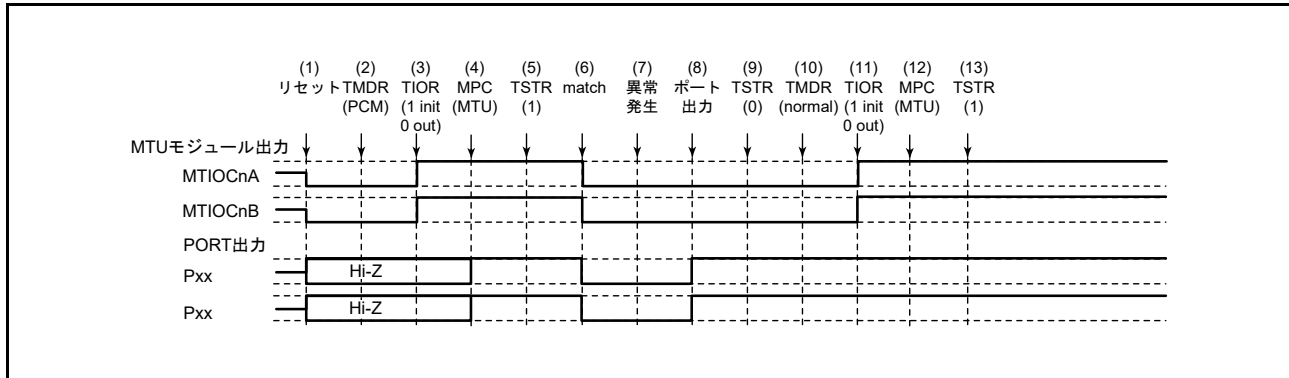

図 23.143 位相計数モードで異常が発生し、ノーマルモードで復帰する場合
位相計数モードで異常が発生し、再設定後ノーマルモードで再スタートする場合の説明図を図 23.143 に示します。
- (1) ~ (9) は図 23.143 と共通です。
- (10) PWM モード1を設定します。
- (11) TIOR レジスタで端子を初期化してください。なお、PWM モード1ではMTIOCnB (MTIOCnD) 端子に波形が出力されません。出力すべきレベルがある場合は、I/O ポートのポート方向レジスタ (PDR)、ポート出力データレジスタ (PODR) で汎用出力ポートの設定をしてください。
- (12) MPC と I/O ポートのポートモードレジスタ (PMR) で MTU 出力としてください。
- (13) TSTR レジスタで再スタートします。
(19) 位相計数モードで動作中に異常が発生し、PWM モード2で再スタートする場合の動作
(1) ~ (9) は図 23.143 と共通です。
(10) PWM モード2を設定します。
(11) TIOR レジスタで端子を初期化してください。なお、PWM モード1では MTIOCnB (MTIOCnD) 端子に波形が出力されません。出力すべきレベルがある場合は、I/O ポートのポート方向レジスタ (PDR)、ポート出力データレジスタ (PODR) で汎用出力ポートの設定をしてください。
(12) MPC と I/O ポートのポートモードレジスタ (PMR) で MTU 出力としてください。
(13) TSTR レジスタで再スタートします。
(20) 位相計数モードで動作中に異常が発生し、位相計数モードで再スタートする場合の動作
(10) 位相計数モードで再スタートする場合には必要ありません。
(11) TIOR レジスタで端子を初期化してください。
(21) 相補 PWM モードで動作中に異常が発生し、ノーマルモードで再スタートする場合の動作